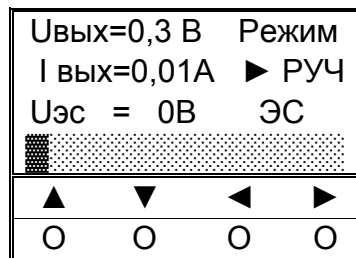

Рисунок 16
3. С помощью кнопок управления «◀», «▶» установить ползунок в нижней строке индикатора в крайнее левое положение, проконтролировать значения параметров: $U \leq 0,5В$, $I \leq 0,03А$ (рисунок 16).